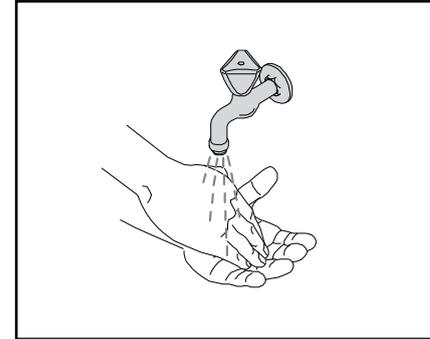

Fig. 3
1. Lavez vos mains avant de toucher au pack de produit (fig. 3).